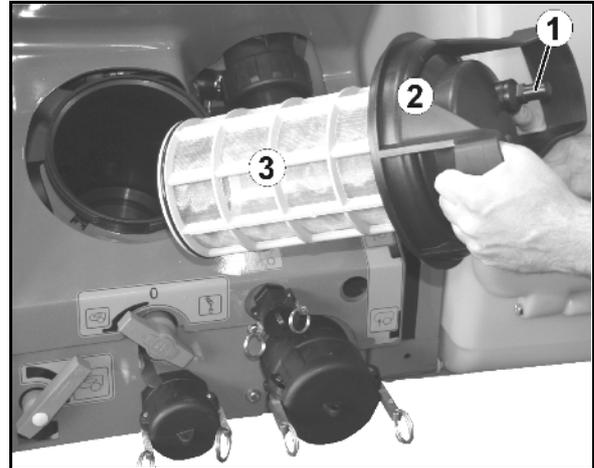

图 117
每天清洁农用喷雾机后，再清洗吸滤器（图 117）。
1. 拧开吸滤器的盖子（图 117/2）。
2. 取出盖子与吸滤器（图 117/3）并用水清洗。